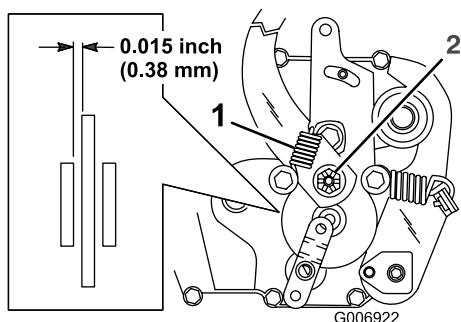

Figure 31
Le frein de stationnement se trouve du côté droit de l'essieu arrière, à l'intérieur du pneu arrière (Figure 31). Si le frein de stationnement ne reste pas serré correctement, réglez-le
2. Déposez le ressort du bras de frein (Figure 31).
3. Enlevez la goupille fendue qui retient l'écrou de réglage du frein et desserrez légèrement l'écrou (Figure 31).
4. Insérez une jauge d'épaisseur de 38 mm entre le disque de frein et la rondelle de frein (Figure 31).